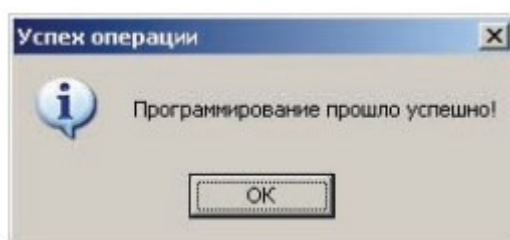

Рис. 3.7.
16. Проконтролируйте появление окна “Успех операции” (рис. 3.7).